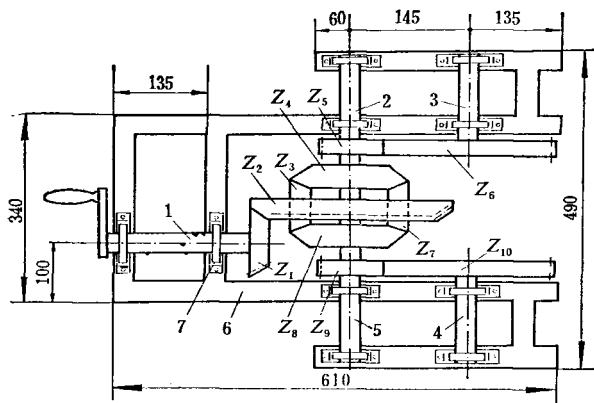

图 18 拖拉机后桥模型的组装
5. 组装 按图 18 做一个木架, 上面安有 10 个轴承座。将所有齿轮浸蜡, 以保证传动灵活。然后, 把左、右半轴靠近圆锥齿轮的轴承装进大圆锥齿轮的中心孔内, 使两个行星齿轮同时和两个半轴圆锥齿轮啮合好, 再将其安放在支架中间的四个轴承座上。再依次安好其他齿轮。最后, 用轴承盖将所有轴承压紧, 整个模型就做好了。